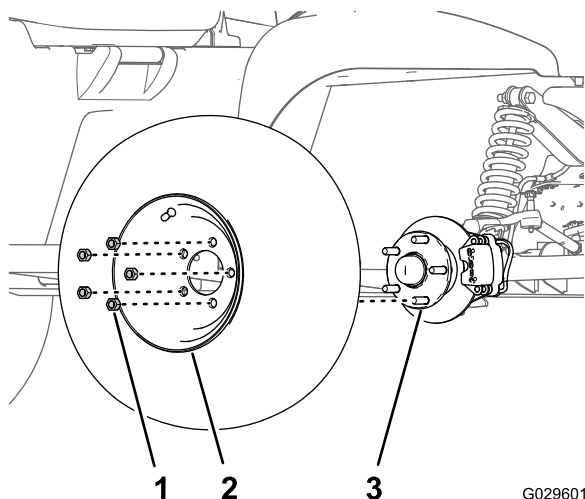

Figura 26
2. Retire as 5 porcas de rodas que prendem a roda ao cubo (Figura 26).
4. Alinhe os orifícios na roda com os pinos do cubo e monte a roda no cubo com a haste da válvula para fora (Figura 26).
5. Prenda a roda ao cubo com as porcas de roda (Figura 26) e aperte as porcas com 108 a 122 N·m.